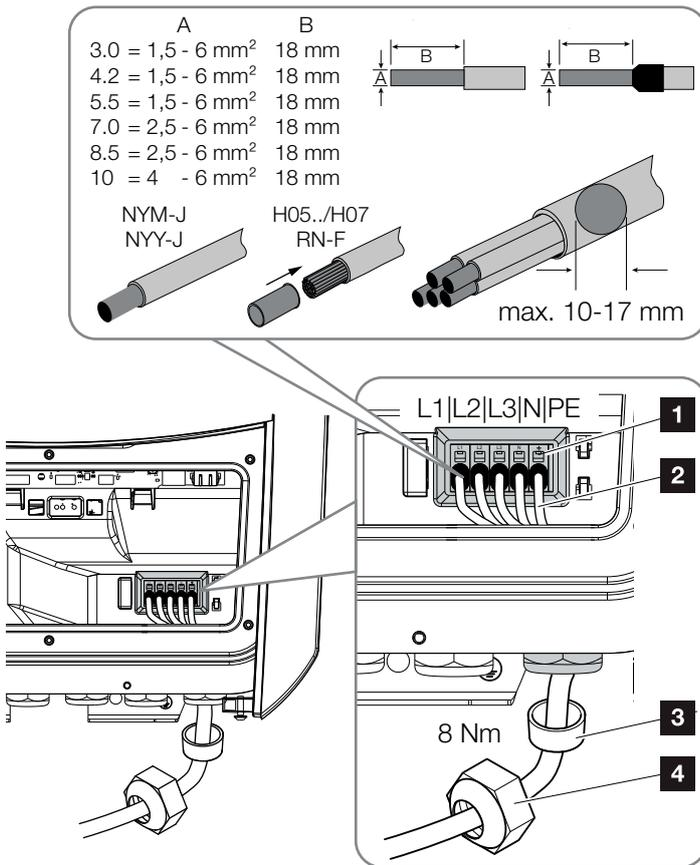

Abb. 21: Netzzuleitung am Wechselrichter anschließen
9. Die Adern der Netzzuleitung entsprechend der Beschriftung an der AC-Anschlussklemme anschließen. **!** **↗** **Abb. 21, Pos. 1**